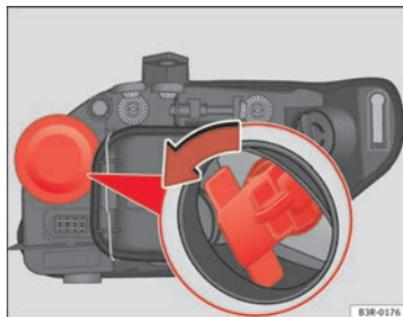

Abb. 221 Glühlampe für Blinker
- Den Lampenträger durch Ziehen am Halter und durch Drehen gegen den Uhrzeigersinn herausnehmen ⇒ Abb. 221.